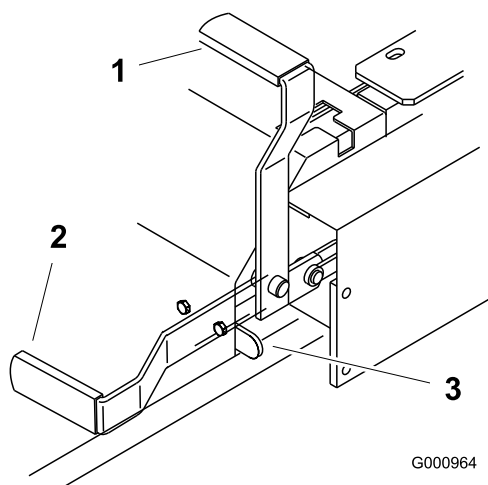

Figura 12
2. Tirate in fuori ed alzate la leva del freno di stazionamento per inserire il freno (Figura 12). La leva del freno di stazionamento deve rimanere saldamente INNESTATA.
Spingete in avanti ed abbassate la leva del freno di stazionamento per rilasciare il freno (Figura 12). Il freno di stazionamento è disinnestato e la leva poggia contro l'arresto del freno.